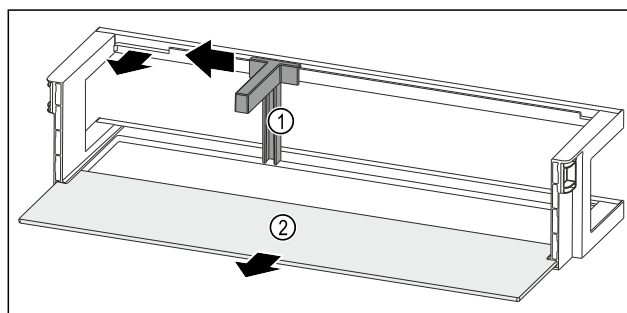

Fig. 163 Durvju plaukts ar pudeļu turētāju un plauktu
- Pabīdiet pudeļu turētāju Fig. 163 (1) līdz padziļinājumam uz sānu.
- Izņemiet pudeļu turētāju Fig. 163 (1).
- Izņemiet plauktu Fig. 163 (2).